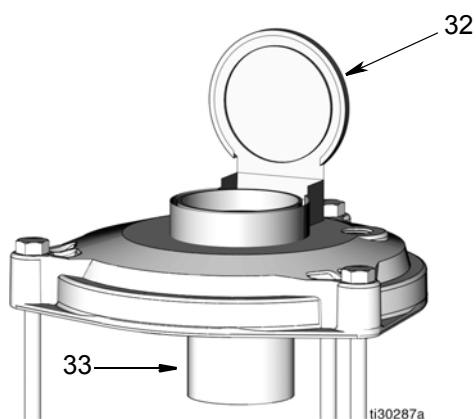

Рис. 6
1. Откройте колпачок маслозаливного патрубка (32), расположенного в верхней части резервуара.
ПРИМЕЧАНИЕ: В колпачке маслозаливного патрубка (32) установлен фильтр (33), чтобы предотвратить загрязнение смазочного материала (Рис. 6).
- a. Осмотрите фильтр (33) перед наполнением резервуара.
- b. При необходимости извлеките и тщательно очистите фильтр (33).
- c. Если фильтр (33) снимался во время выполнения шага b, установите его на место перед заливкой смазочного материала.